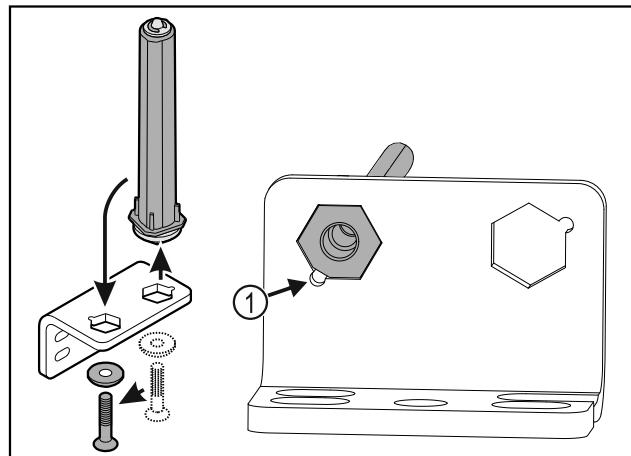

Fig. 39
- Βεβαιωθείτε ότι κατά την τοποθέτηση η λοξοτομή του πείρου είναι στραμμένη Fig. 39 (1) προς τη στρογγυλή οπή.